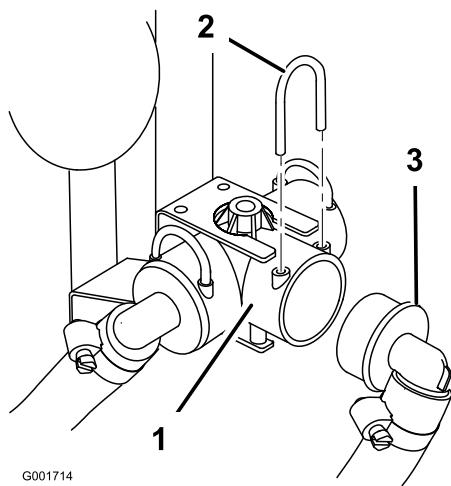

Bild 6
- Entfernen Sie die Haltegabel vom Ventil an der rechten Seite des Behälters, um den Zufuhrschauch des Auslegers vom Zufuhr-T-Anschluss abzuschließen (Bild 6).